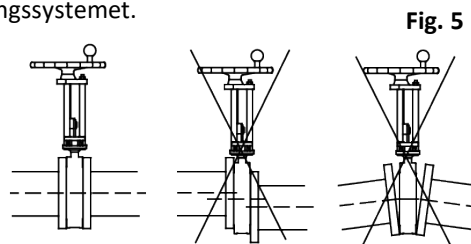

Fig. 5
3. Dra åt skruvarna först för hand, därefter jämnt och korsvis för att få en jämnt fördelad last över hela flänspackningen, enligt moment från packningstillverkaren. Ventiltypen **SLV**, **SLF**, **SLH** och **SLX** metalliska flänstättningsyta ska möta flänsens. Se fig. 5.